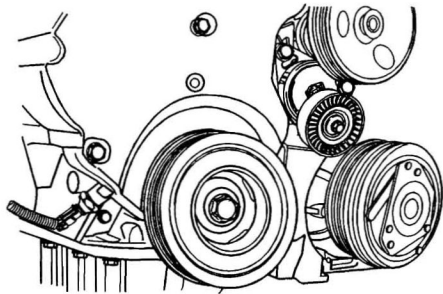

图 1-3-12 安装曲轴皮带轮和皮带轮螺栓
15. 安装曲轴皮带轮（图 1-3-12）。
16. 安装曲轴皮带轮螺栓（图 1-3-12）。将曲轴皮带轮螺栓紧固至 $95\text{N} \cdot \text{m}$ ，并再次旋转 30° 加 15° 。